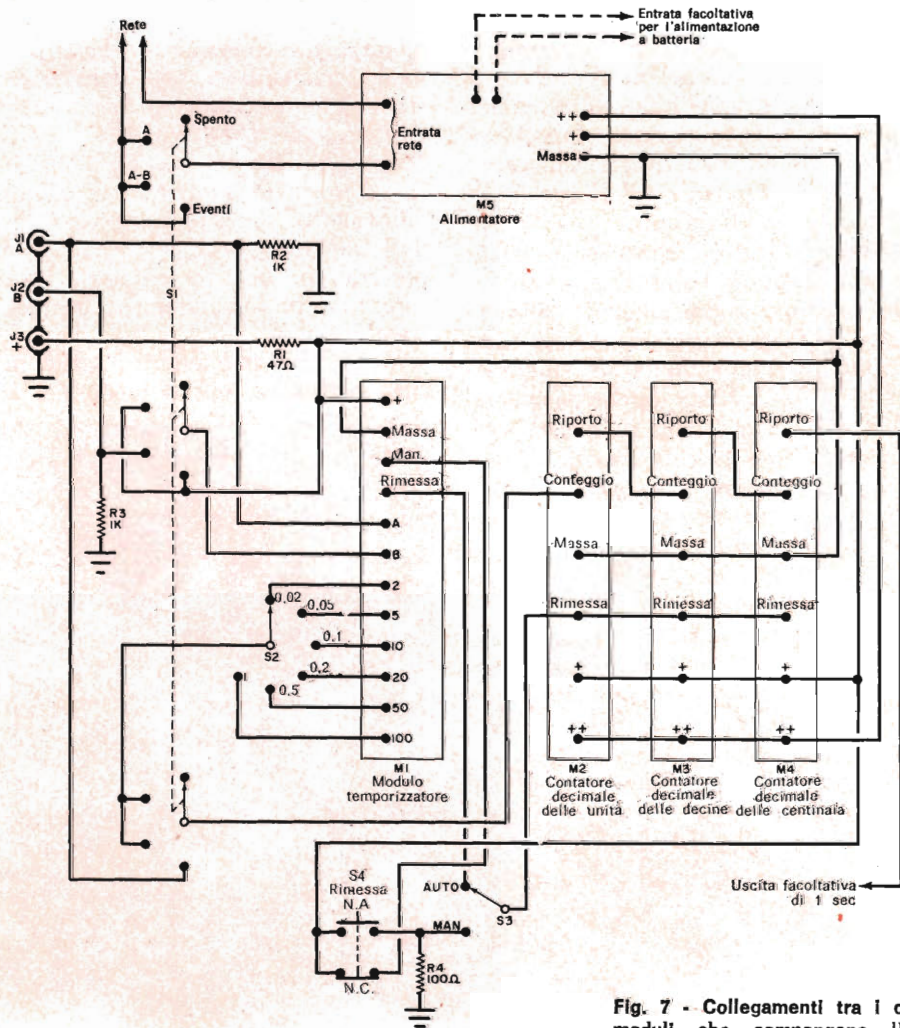

Fig. 7 - Collegamenti tra i cinque moduli che compongono l'unità.
**Montaggio finale** - La *fig. 7* rappresenta lo schema completo dei collegamenti del cronometro; questo comprende tre moduli contatori decimali, il modulo temporizzatore, quattro resistori, l'alimentatore, quattro commutatori e tre jack d'entrata.
quello usato per la costruzione del prototipo ed illustrato nella figura di pag. 47. Nella fig. 8 si vedono le parti montate prima dei collegamenti. Per collegare i moduli ed i commutatori si segua la fig. 7; si usino fili di colori diversi per i vari circuiti e si noti che i contatori decimali sono collegati (visti da dietro) da sinistra a destra in modo che, visti frontalmente (nella posizione di funzionamento norma-
Volendo, la linea facoltativa di uscita di un secondo della fig. 7 può essere usata per pilotare un contatore esterno di secondi. ★